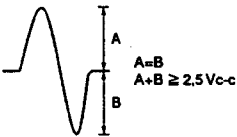

Figure 8
3. Tout en regardant l'écran de l'oscilloscope, appuyer sur la touche PROGRAM et observer la forme d'onde de la Figure 8, pendant quelques instants. Vérifier que l'amplitude atteinte au moins 2,5 Vc-c et que les amplitudes positive et négatives soient égales. Comme la forme ne sort que pour un moment, quand la touche PROGRAM est enclenchée, appuyer sur à plusieurs reprises sur cette touche, jusqu'à ce que la forme d'onde ait été vérifiée.